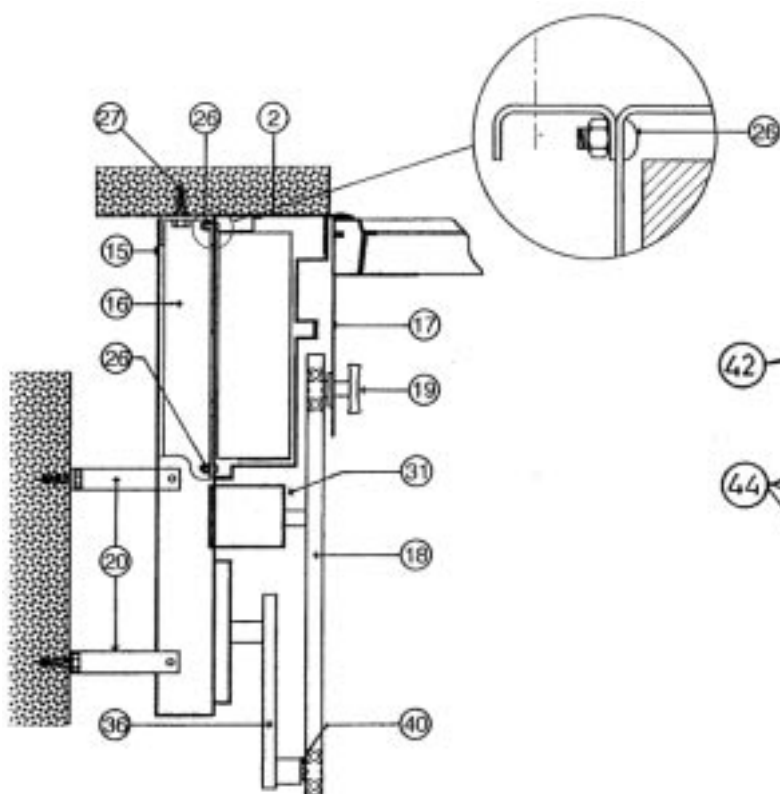

Figure 16
- 4) Dévisser le capot (15) du châssis (16) . Dans le cas d'une pose en tunnel , ce capot est à supprimer .Figure 16
- 6) Boulonner le châssis (16) sur le côté du montant d'huissérie (2) à l'aide des 2 boulons de 8 x 20 (42) et de 5 boulons de 8 x 12 (44), respecter le sens des boulons pour éviter que le contrepoids n'accroche (26) ! Figure 16 et 17.
Point (40) sur figure 16.